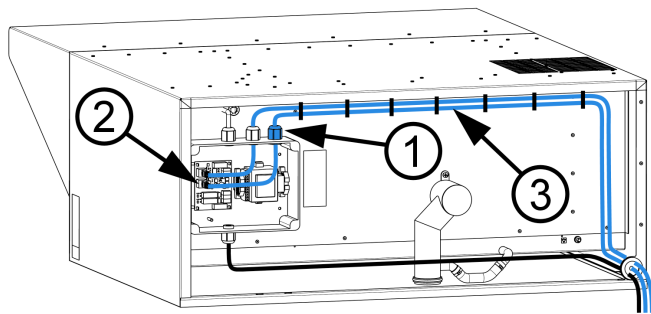

Figure 20 : Raccordement des câbles à l'intérieur du boîtier de distribution
À l'aide d'un outil, déverrouillez et ouvrez le cache du boîtier de distribution de la hotte. À l'intérieur du boîtier de distribution, dévissez le cache M20 de l'ouverture prévue pour le presse étoupe. À la place du cache, installez le presse étoupe (1) avec le câble UTP (fourni dans le kit) et glissez le connecteur de câble en position ouverte (2) sur le circuit électronique dans le boîtier de distribution de la hotte (voir fig. 20).
Faites courir le câble UTP auxiliaire, œillets et ferrures parallèles au câble d'origine (3) et à l'aide des lanières (fournies dans le kit), fixez-le au câble d'origine (voir fig. 20).